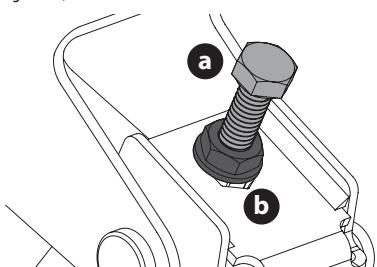

Figure 35
- Les écrous de réglage (a) sont placés sur chaque côté de la tondeuse (Figure 35).
- Desserrez les contre-écrous (b), mais ne les enlevez pas. Serrez ou desserrez le boulon droit ou celui de gauche, selon le besoin, jusqu'à ce que la hauteur des deux côtés est égale (Figure 35).
- Une fois le réglage approprié effectué, serrez les écrous supérieurs (b) à couple de 23 N m (200 po-lb) (Figure 35).